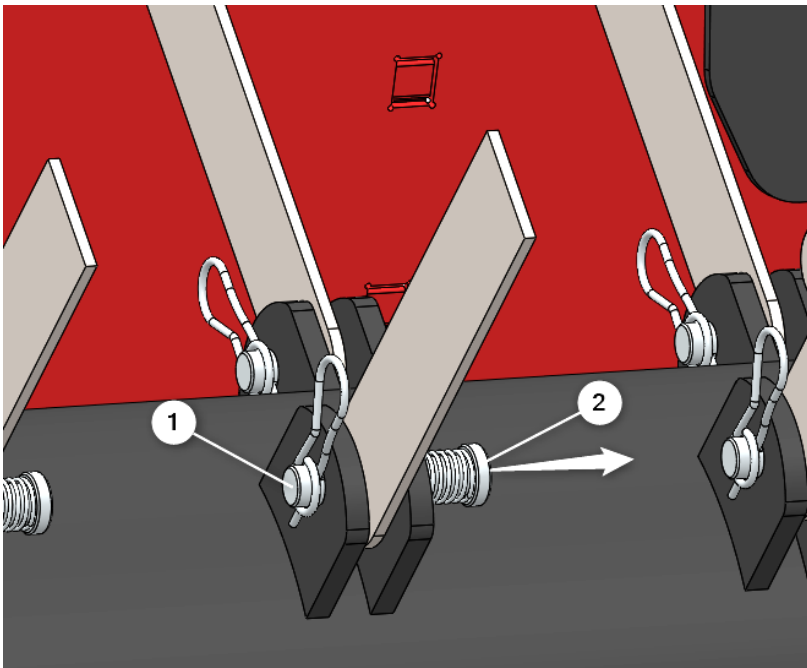

Fig. 11
6. Retire el clip (1), sostenga la cuchilla y deslice el pasador (2). Ahora se puede sacar la cuchilla (Fig. 11).